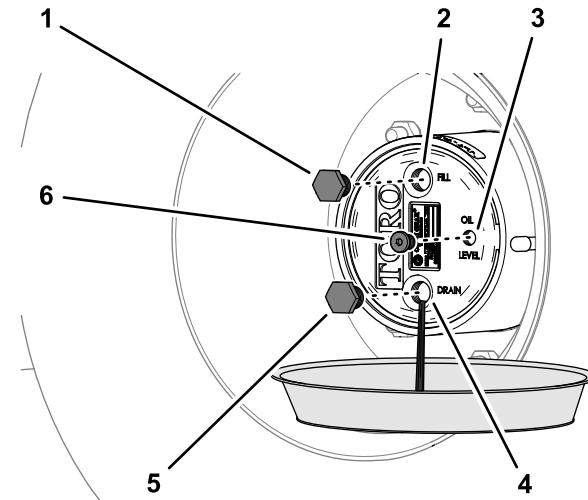

Bild 86
2. Stellen Sie eine Auffangwanne unter die Nabe des Planetengetriebes, entfernen Sie die Ablass-, Füll- und Prüfschraube und lassen Sie das Öl vollständig ablaufen (Bild 86).